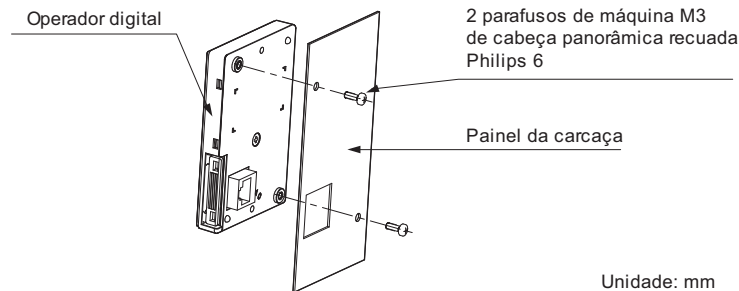

Figura 2.7 Instalação da montagem externa/na superfície
2. Posicione o monitor de LED de modo que o monitor fique voltado para fora e monte-o no painel do gabinete como mostrado na Figura 2.7.